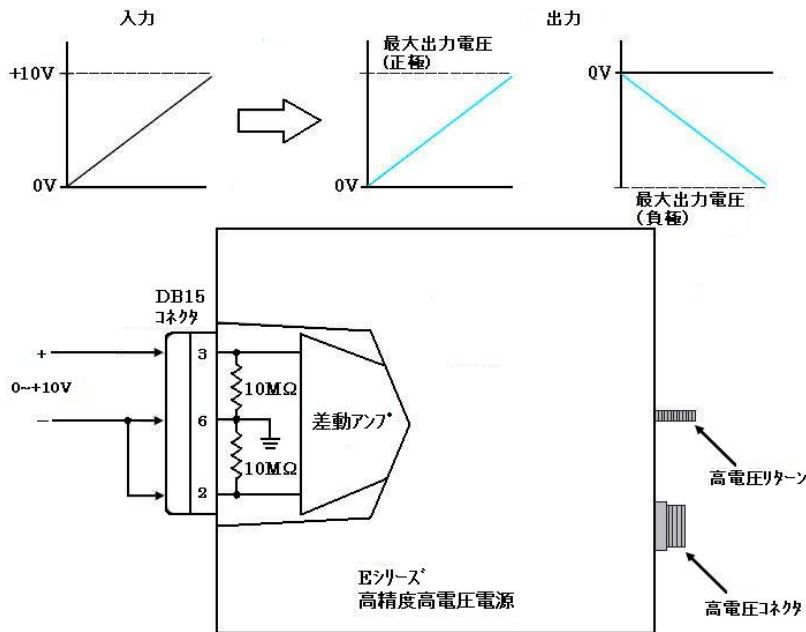

図1 電圧コントロール構成(参考図)
**2番ピン - 負極電圧制御入力 / 3番ピン - 正極電圧制御入力** : Eシリーズの電圧制御入力は差動アンプです。差動入力は電源入力部のコモンランドに関連した電圧変動問題改善の為に使用しております。両制御入力は入力インピーダンス対ゲラント 10MΩです。制御は未接続ならば、出力電圧は0となります。全製品ともに10.00V入力で定格出力の100%となります。図1の電圧コントロール構成を参照下さい。